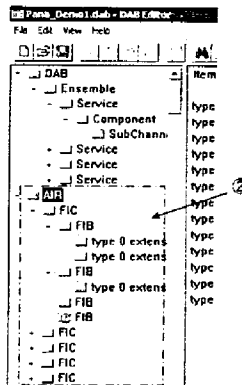

図 7-9 エアデータ作成
- ① <File> - <Create air data> を実行してください。
- ② 「データ構造表示領域」に「FIC」「FIB」が自動作成されます。「図 7-9 エアデータ作成」をご参照ください。